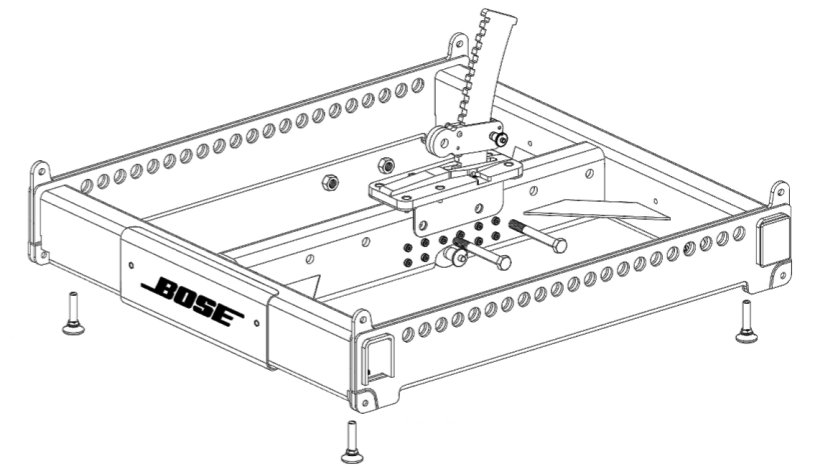

图 6.阵列吊架上的地面安装支架
1. 将调平支脚安装到吊架的底部。参见图 6。完全紧固每个螺丝，确保支脚水平。